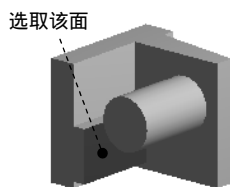

图 7.6.65 定义接触面
(1) 选择命令。在“Outline”窗口中右击 **Contacts** 节点，在弹出的快捷菜单中选择 **Insert** → **Manual Contact Region** 命令，弹出“定义接触参数”对话框。
(2) 定义接触面。在 **Scope** 区域中单击以激活 **Contact** 后的文本框，选取图 7.6.65 所示的模型表面为接触面，单击 **Apply** 按钮。